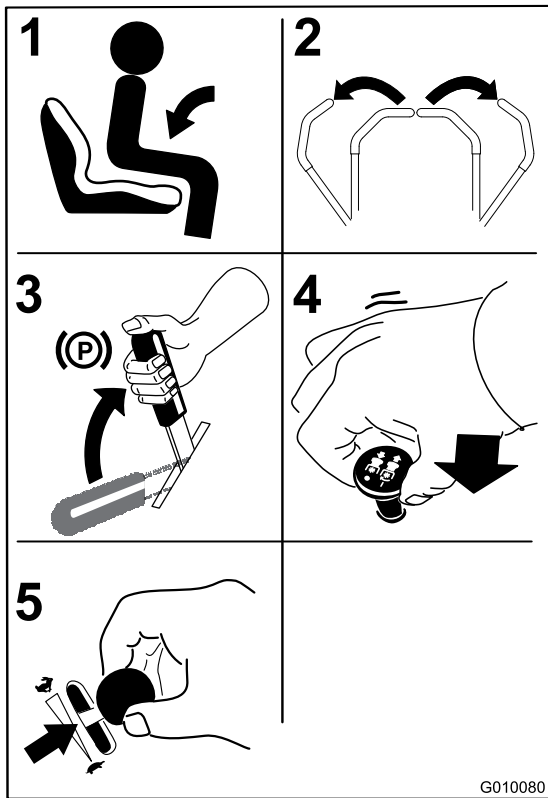

Figura 15
1. Siéntese en el asiento (Figura 15).
2. Mueva los controles de movimiento hacia fuera a la posición de bloqueo/punto muerto (Figura 15).
3. Ponga el freno de estacionamiento (Figura 15); consulte Aplicación del freno de estacionamiento.
4. Mueva el mando de control de las cuchillas a la posición de Desconectado (Figura 15).